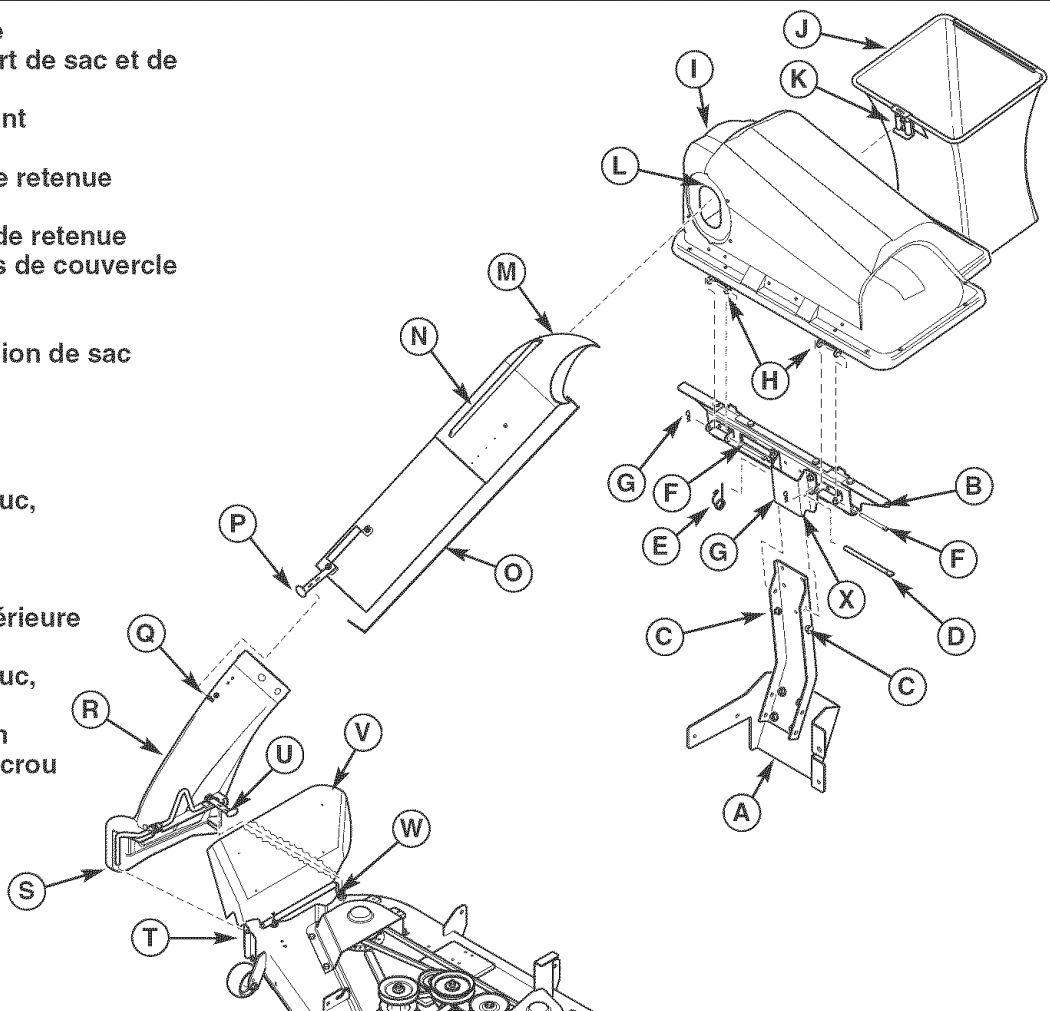

Figure 30. Installation normale et dépose
1. Attacher l'ensemble de support de sac et de couvercle (B, Figure 30) à l'ensemble de support d'attelage (A) en glissant la fixation de support (X) sur le support vertical jusqu'à obtention de plein contact de la fixation du support (X) avec les boulons à épaulement (C).
2. Insérer la goupille de fixation (D) dans la fixation du support (X) et le support vertical (A) comme il l'est indiqué.
3. Fixer la goupille de fixation (D) à l'aide du ressort de bague de retenue (E).
4. Attacher l'ensemble de couvercle (I) au support de sac (B) à l'aide des pivots de charnières du couvercle (H). Fixer l'ensemble de couvercle au support de sac à l'aide des pivots de charnière (F) et des ressorts de bague de retenue (E).
1. Déconnecter la sangle en caoutchouc (P, Figure 30) de la goupille (Q), puis retirer l'ensemble de tube (O) de la goulotte inférieure (R) et du couvercle (I).
2. Relever le couvercle (I) et retirer les sacs (J) de l'ensemble de support de sac et de couvercle (B).
3. Retirer le couvercle (I) en déconnectant les ressorts de bague de retenue (G) puis retirer les deux axes de charnières (F).
4. Retirer l'ensemble de support de sac et de couvercle (B) de l'ensemble d'attelage (A) en retirant le ressort de bague de retenue (E) puis en retirant la goupille de fixation (D).
5. Retirer la goulotte inférieure (R) en soulevant le déflecteur d'éjection (X) et en retirant la tige de goulotte inférieure (S) de la plaque de fixation (T).
**IMPORTANT :** S'assurer de faire revenir le déflecteur d'éjection (R) en position DOWN (vers le bas).